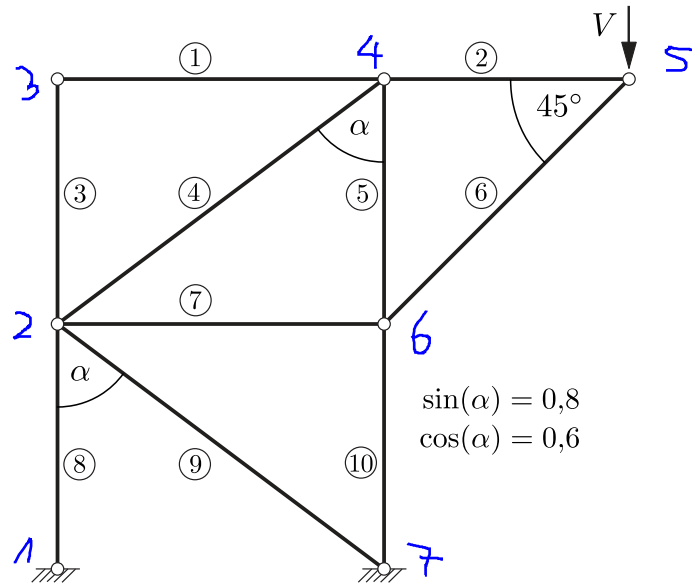

Abbildung 1: System und Belastung
Das dargestellte Fachwerk (s. Abb. 1) besteht aus quadratischen Stahl-Hohlprofilen der Güte S235 JR. Die Außenmaße der Profile sind bei allen Stäben gleich: $h \times b = 0,16 \text{ m} \times 0,16 \text{ m}$. Die Wanddicke t der einzelnen Stäbe ist unterschiedlich dimensioniert, um den verschiedenen Beanspruchungen gerecht zu werden.
Bestimmen Sie für das in Abb. 1 dargestellte System unter der angegebenen Belastung mit den in Tabelle 2 gegebenen Stab-Geometrien die folgenden Versagenswahrscheinlichkeiten:
- Fall II – Die Stäbe ④, ⑥ und ⑩ werden zusätzlich in Stabmitte konstruktiv gehalten (Knicklängenhalbierung).
Die Ziffern ①–⑩ sind als Nummerierung der Stäbe des Fachwerks in Abb. 1 eingeführt. Die von Ihnen berechneten Stabkräfte sollen in die folgende Tabelle eingetragen werden: